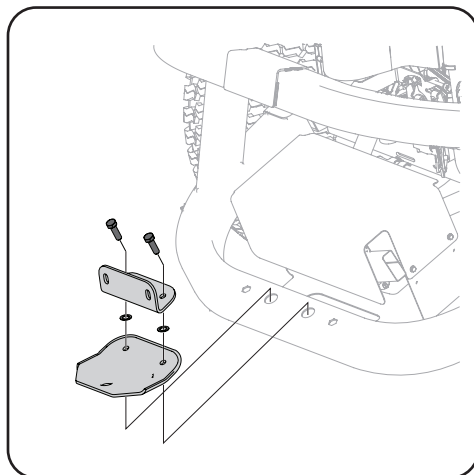

Figure 4-7
1. Installez et fixez l'ensemble de support au support de fixation vertical à l'aide de deux boulons de carrosserie (710-0276), de deux rondelles coniques (736-0242) et de deux contre-écrous d'épaulement (712-04063) provenant de la trousse de matériel 689-01419. Consultez la Figure 4-7.